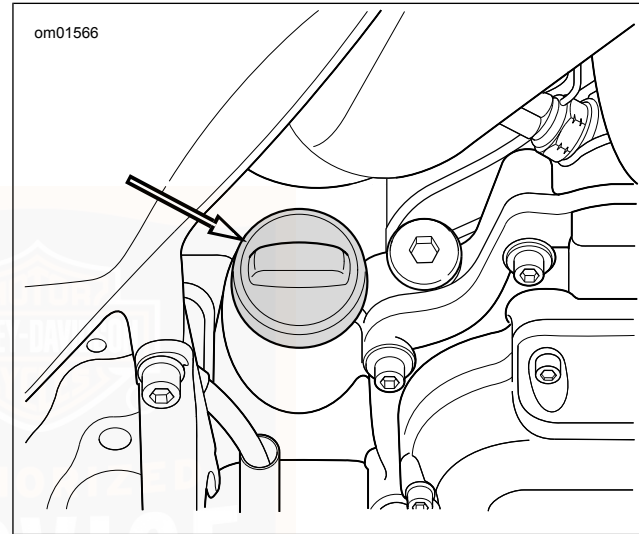

Abbildung 83. Motoröl-Einfüllverschlussstopfen
2. Siehe Abbildung 83. Den Motorölstand prüfen.
3. Siehe Abbildung 83. Ölstand prüfen.